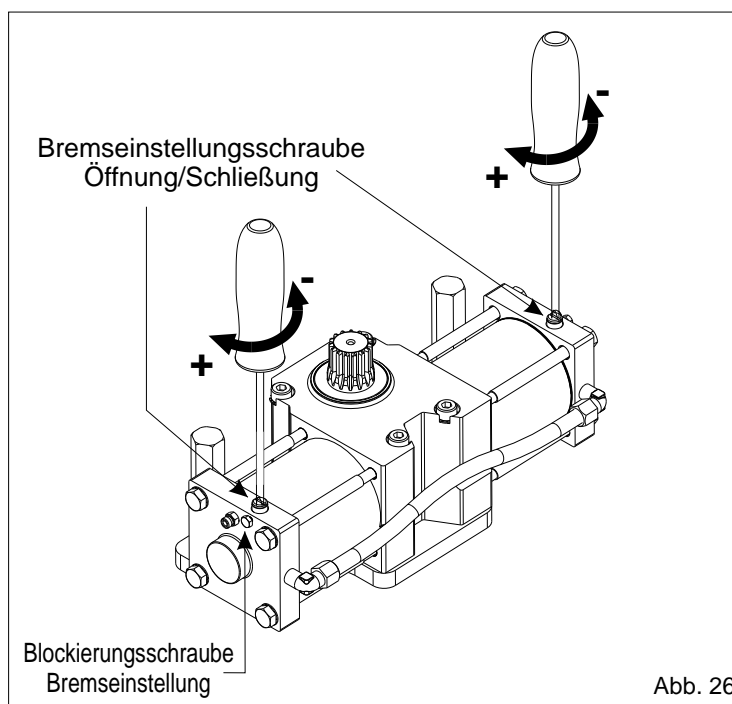

Abb. 26
8.1. Es ist möglich die Verzögerung des Flügels in Öffnung und in Schließung mit Hilfe der dafür vorgesehen Schraube zu regulieren (Abb.26).